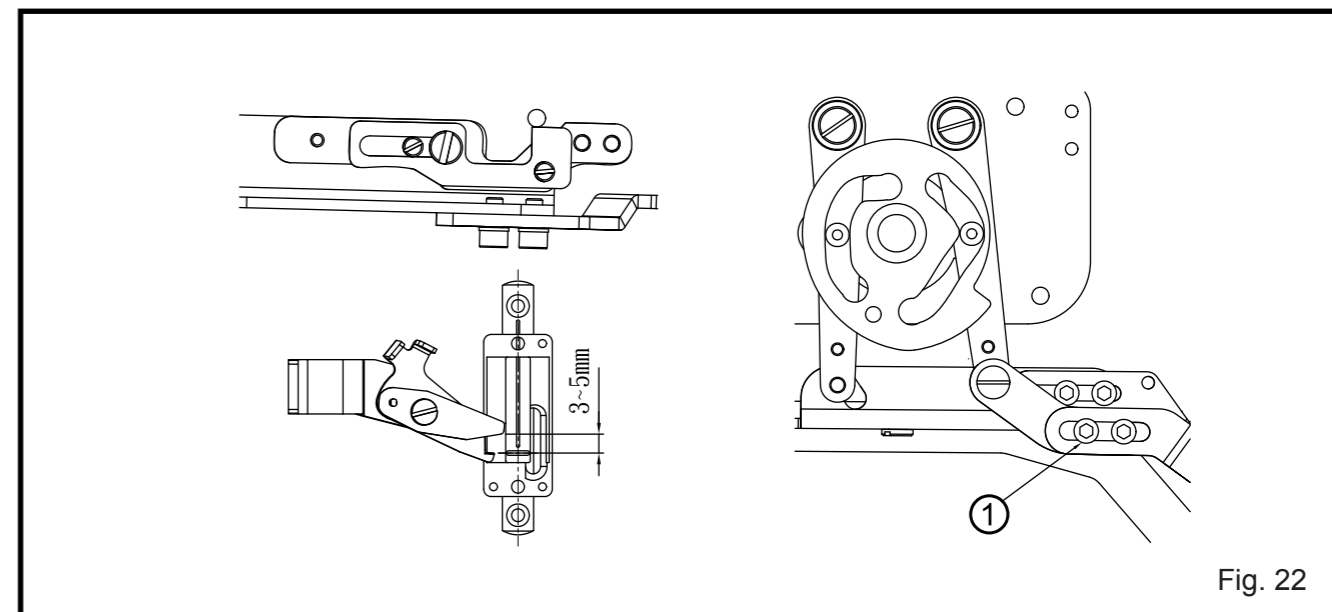

Fig. 22
- (2) Afrouxe o parafuso de fixação ① e ajuste as posições esquerda e direita do corta fio da agulha. Deixe a faca longe do centro da abertura da faca aproximadamente 4 ~6 mm.
- (3) Quando o corta fio da agulha tiver fechado completamente e se movido para frente, para fazer com que o eixo guia do corta fio da agulha ③ entre em contato com o braço da máquina ④ ajuste o eixo guia do corta fio da agulha ③ no sentido da seta direcional conforme mostrado na figura.
5. Ajuste a largura da abertura do corta fio da agulha (Fig. 22)